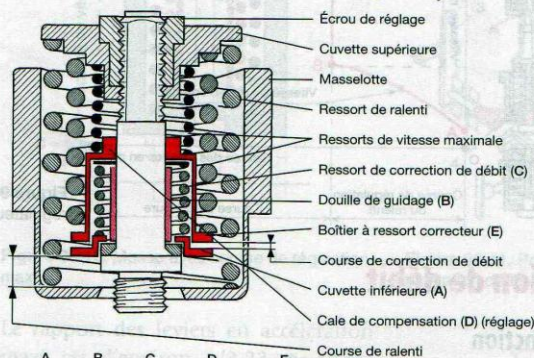

Figure 90.16. Correcteur de débit avec détail des constituants.
- On remédie à cet inconvénient en intervenant au niveau du régulateur (fig. 90.16 et 90.17).